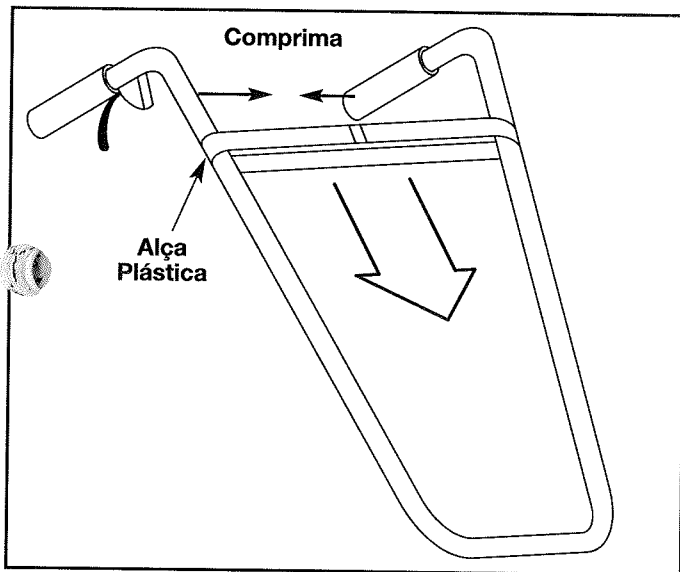

Fig. 1
2. Exerça pressão sobre o guiador de modo a aproximar as suas extremidades e faça deslizar a alça plástica para baixo e para fora (Fig. 1).